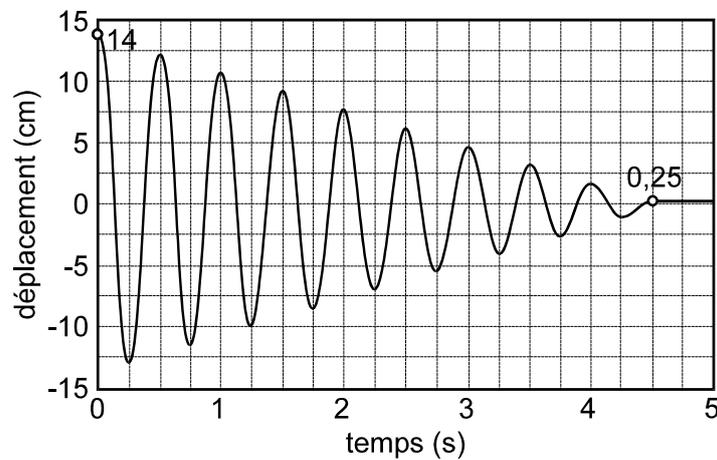

Figure 5 : Réponse en vibration libre du dispositif de dissipation d'énergie par frottement.
Des systèmes utilisés pour limiter les effets des séismes sur les structures permettent de dissiper l'énergie par frottement de Coulomb. Le dispositif est réglé pour fonctionner sous un effort de précontrainte constant N et un coefficient de frottement μ . Un essai de vibration libre (ou de lâcher) est effectué pour mesurer la fréquence propre fondamentale et le coefficient de frottement (cf. Figure 5).
- II. Calculez la fréquence fondamentale et u_f d'après la Figure 5.